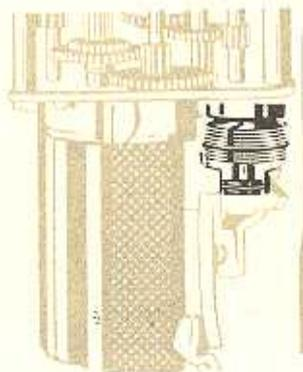

Abb. 7
- Beispiel 1: Vorlaufwerk läuft zu schnell, dann Federring für Regler 300.27 – 43/1-2 nach unten setzen (s. Abb. 7).
- Beispiel 2: Vorlaufwerk läuft zu langsam, dann Federring nach oben setzen, evtl. auch zweiten Federring verwenden (s. Abb. 7).